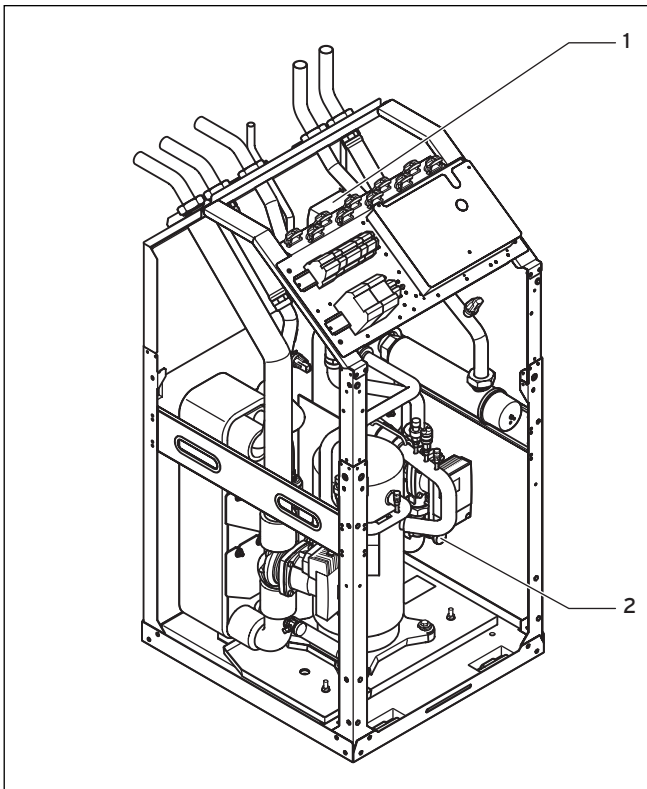

Abb. 6.1 Umschaltventil Heizung/Speicherladung und Füll- und Entleerungsventil des Heizkreises
- Nehmen Sie dazu die Schraubkappe am Füll- und Entleerungsventil des Heizkreises (→ **Abb. 6.1, Pos. 2**). ab